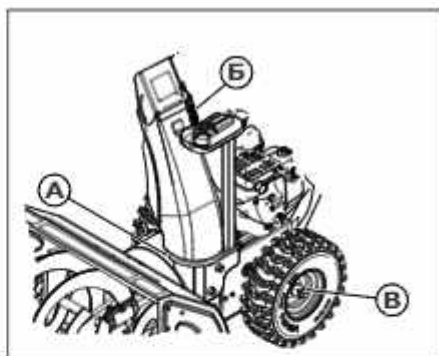

Рис. 36
2. Смажьте разгрузочный желоб (рис. 36, поз. А) литиевой смазкой.
3. Смажьте дефлектор (рис. 36, поз. Б) чистым моторным маслом.
4. Смажьте оси колеса (рис. 36, поз. В) литиевой смазкой.